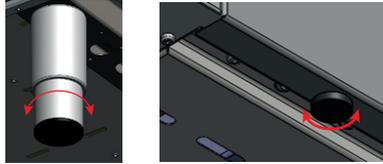

Bild 3 Ausnivellieren des Gerätes
- Die Fritteuse SL02115T sollte an einer flachen, stabilen Oberfläche aufgestellt werden und dann mit Hilfe der regulierbaren Beine ausnivelliert werden (Bild. 3).
- Das Gerät SL34109T, SL34218T sollte auf einem Blatt oder einer stabilen, ausnivellierten Unterlage aufgestellt werden (es wird die Verwendung der von Stalgast GmbH produzierten Unterlagen empfohlen). Bei Bedarf kann man das Gerät mit Hilfe der regulierbaren Beine, die sich unter dem Gehäuse des Gerätes befinden ausnivellieren (Bild 3).